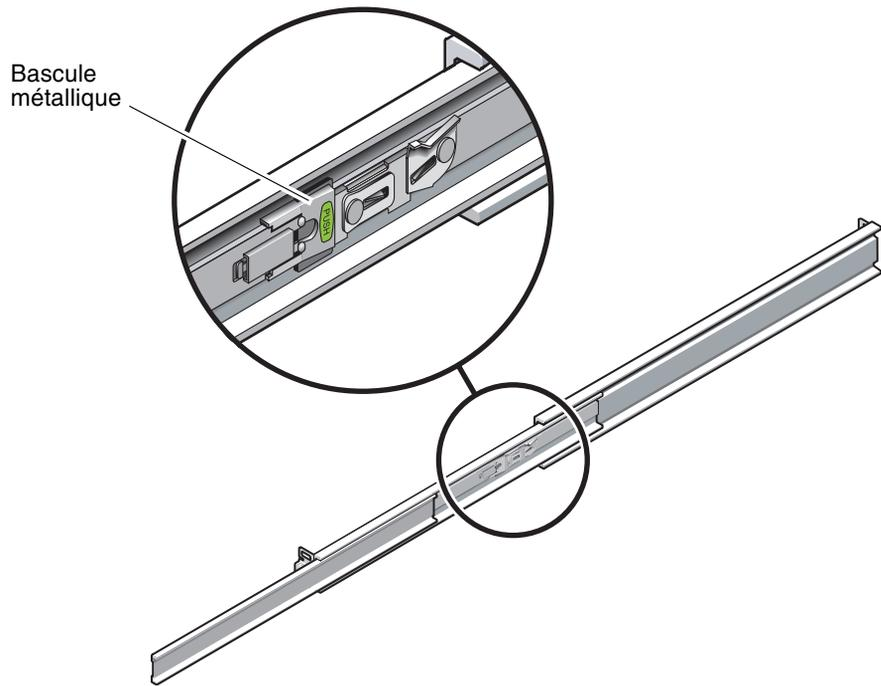

FIGURE 2-23 Déverrouillage des arrêts des bascules des rails coulissants
5. Une fois le serveur complètement étendu, relâchez les arrêts des bascules des rails coulissants (FIGURE 2-23).